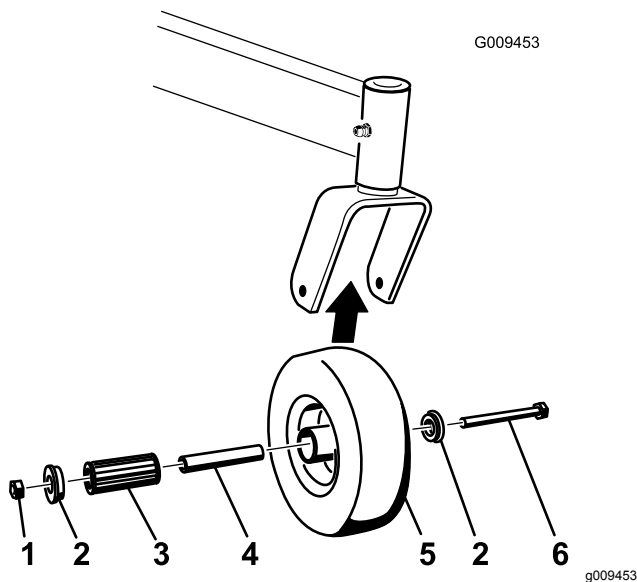

Figura 55
1. Retire la contratuerca y el perno que sujetan la rueda giratoria a la horquilla (Figura 55).
- Retire un solo casquillo y tire del casquillo intermedio y del cojinete de rodillos para sacarlos del cubo de la rueda (Figura 55).
- Retire el otro casquillo del cubo de la rueda y limpie la grasa y la suciedad del cubo de la rueda (Figura 55).
Nota: Repare o cambie cualquier pieza dañada o desgastada (Figura 55).
- Coloque un casquillo en el cubo de la rueda (Figura 55).
- Engrase el cojinete de rodillos y el casquillo intermedio y deslícelos en el cubo de la rueda (Figura 55).
- Coloque el segundo casquillo en el cubo de la rueda (Figura 55).
- Instale la rueda giratoria en la horquilla y fíjela con el perno y la contratuerca (Figura 55).
- Apriete la contratuerca hasta que el casquillo intermedio se apoye contra el interior de las horquillas de las ruedas giratorias (Figura 55).